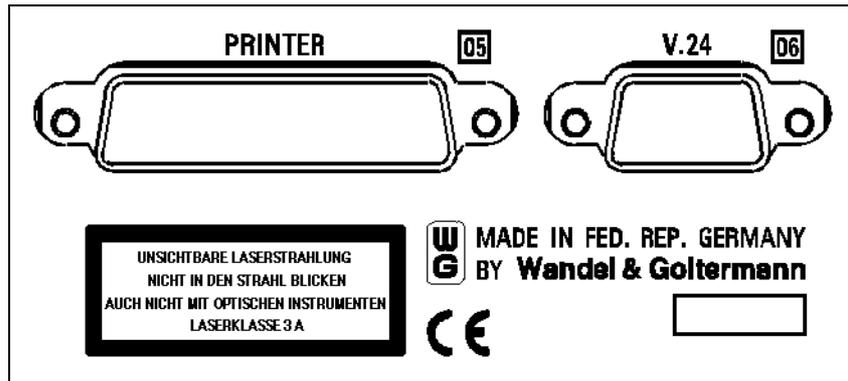

Bild W-8 Lasersicherheits-Hinweisschild auf der Frontplatte des ANT-20/ANT-20E
9. Bringen Sie das Lasersicherheits-Hinweisschild der Klasse 3A an (siehe Bild W-8).
2. Entfernen Sie die vormontierte Abdeckplatte, sechs Schrauben (C).
4. Verschrauben Sie die Rückwand des Schnittstellen-Moduls mit dem Chassis, acht Schrauben (D).
5. Verschrauben Sie das Schnittstellen-Modul mit der Gehäusewanne, sieben Senkschrauben (B).
6. Montieren Sie die Abdeckplatte, sechs Schrauben (C).
8. Verschrauben Sie die Unterschale, vier Schrauben (A).
Wir empfehlen Ihnen, das Lasersicherheits-Hinweisschild auf der Frontplatte des ANT-20/ANT-20E unterhalb der Buchse [05] anzubringen (siehe Bild W-8).